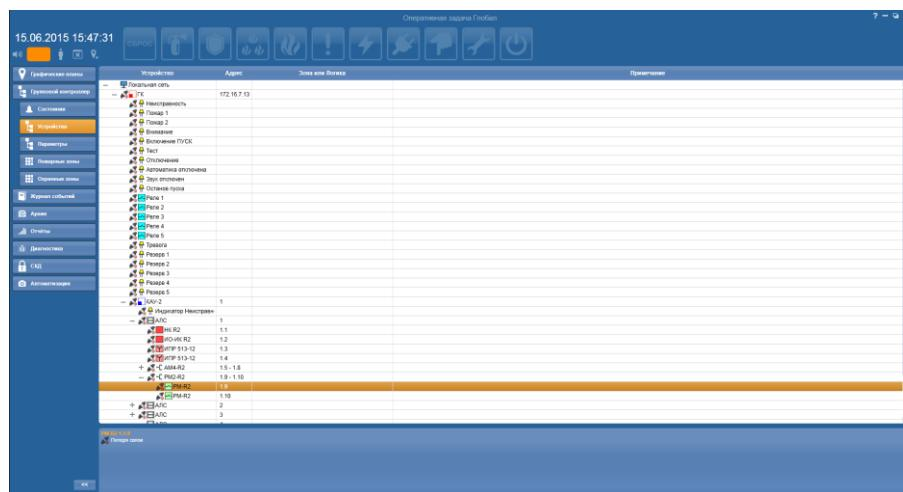

Рисунок 10. Дерево устройств при переходе по ссылке на плане
Если на плане к какому-либо устройству подвести указатель мыши и щелкнуть вспомогательной клавишей, то рядом с указателем появится контекстное меню (Рис. 10) содержащее функции:
- **Показать в дереве**, выбор которой позволяет перейти на вкладку **Устройства**, где рассматриваемое устройство выделяется цветом (Рис. 10), а в нижней части рабочей области приведены: адрес, шифр, наименование и состояние устройства; список устройств ветви дерева, к которому оно принадлежит;